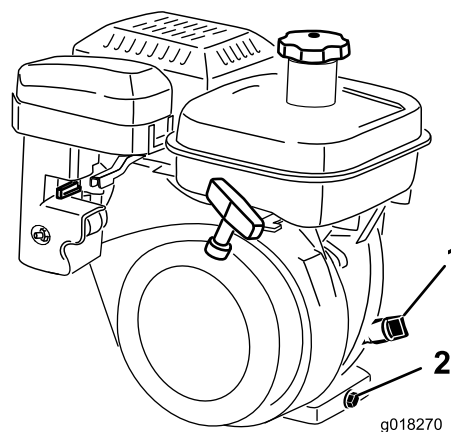

Figura 34
2. Coloque la máquina con el motor nivelado, y limpie alrededor del indicador del nivel de aceite (Figura 34).
3. Retire el indicador del nivel de aceite girándolo en sentido antihorario (Figura 34).
2. En la parte trasera de la máquina, coloque un recipiente debajo del tapón de vaciado (Figura 34). Afloje el tapón de vaciado.